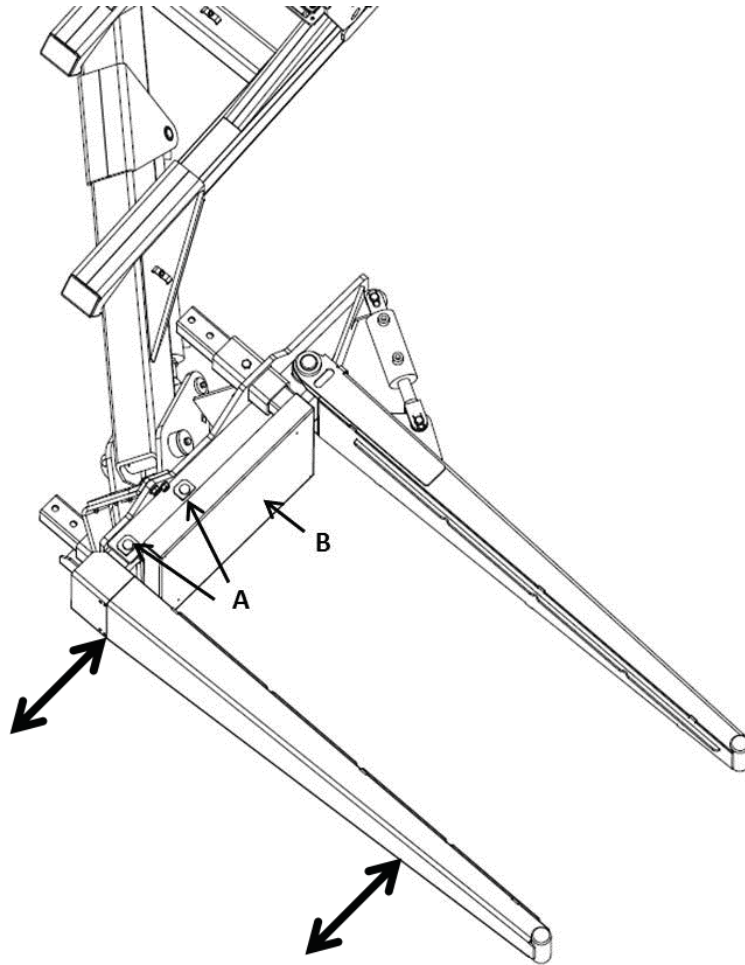

Figure 8 – Largeur de la pince
La distance entre les bras de la pince peut être modifiée pour manipuler des balles de 80 cm ou 120 cm (32 po ou 48 po) de largeur. Deux largeurs de pince sont possibles et dépendent des trous dans lesquels les axes (A) sont insérés (voir la Figure 8 – Largeur de la pince).